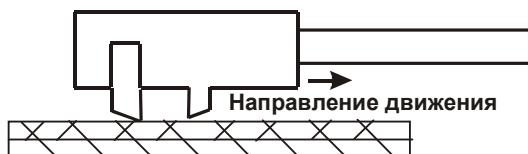

Рисунок 3
3.2. Поставить ручку протектором на покрытие, поджать через протектор резак к покрытию, и с достаточно сильным нажимом провести резаком по покрытию на расстояние примерно 25 мм, прорезая покрытие до металла (рис. 3).